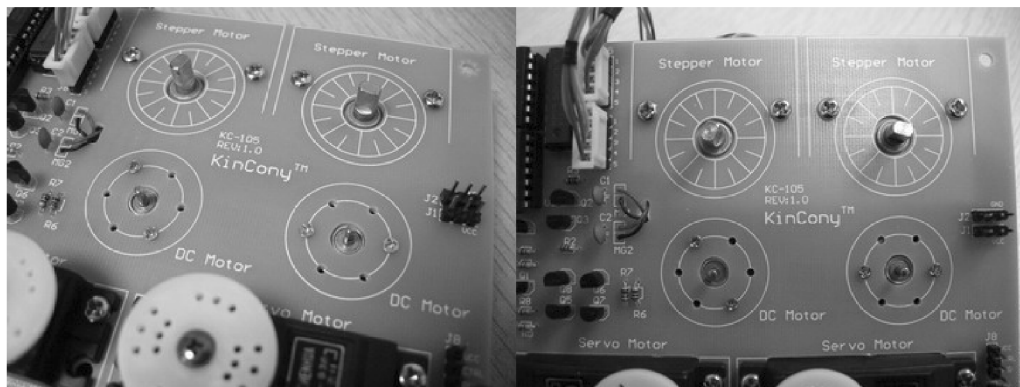

图 11-34 步进电动机、直流电动机刻度清晰可见
1) 步进电动机——选用 24BY48 微型电动机，此种电动机噪声小，温升高，重量轻，各方面性能均达到或超过国家标准。驱动方式为四相八拍一个周期，电路由 74HC04 与 ULN2803 构成，驱动能力强，无需外围电路，为提高驱动能力，我们提供了宽范围电压选择接口。在设计时，我们绘制了清晰的刻度盘，给你的学习带来更直观的感受。步进电动机刻度如图 11-34 所示。
2) 直流电动机——选用 SCRF-300 型电动机，此种电动机应用广泛，常用于一些视听设备，小家电，玩具等，如磁带录音机，电动剃须刀，电动牙刷等电路，设计了正反转控制电路，让你也玩转直流电动机。直流电动机刻度如图 11-34 所示。